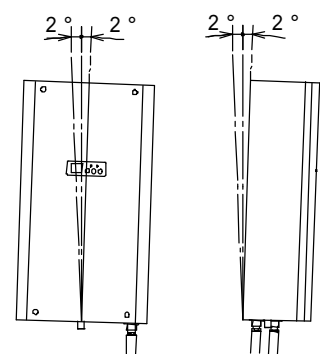

図4 取付条件(傾き具合)
- 制御盤への本器取付け時に前後、左右とも傾きがないよう(±2°以下)に、水準器などで確認してください。(図4)